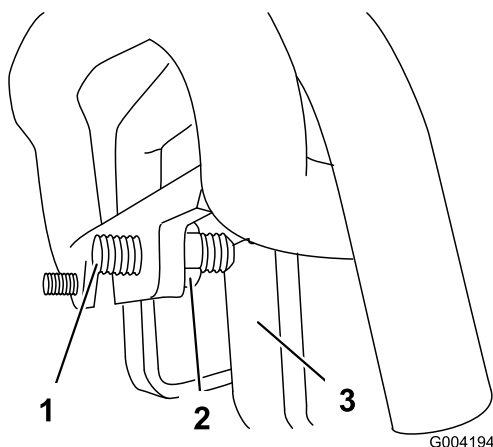

Рисунок 55
3. Если тяговый блок отклоняется **влево**, ослабьте **правую** контргайку и отрегулируйте винт настройки отслеживания положения в передней части рычага управления тягой (Рисунок 55).
4. Если тяговый блок отклоняется **вправо**, ослабьте **левую** контргайку и отрегулируйте винт настройки отслеживания положения в передней части рычага управления тягой (Рисунок 55).